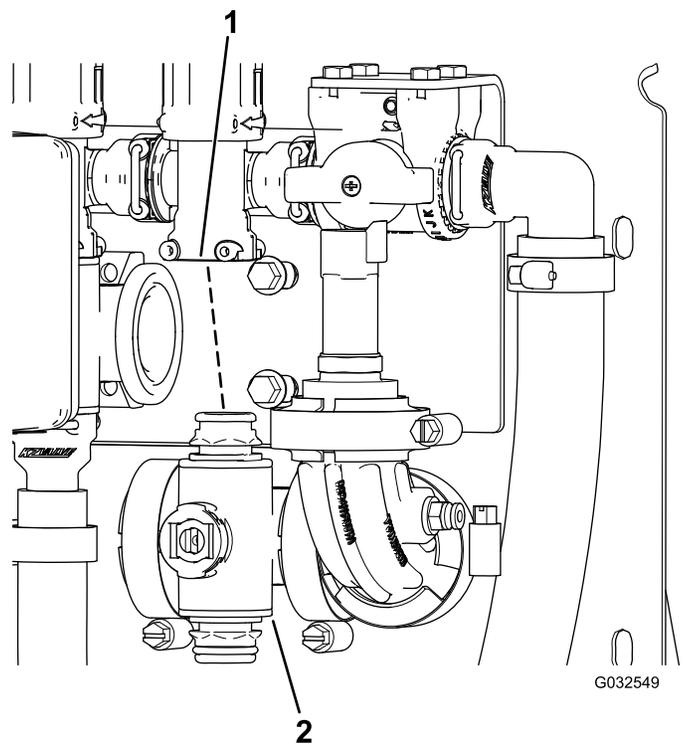

図 110
3. 機体から個別boomマニホールドを取り外す 図 110。